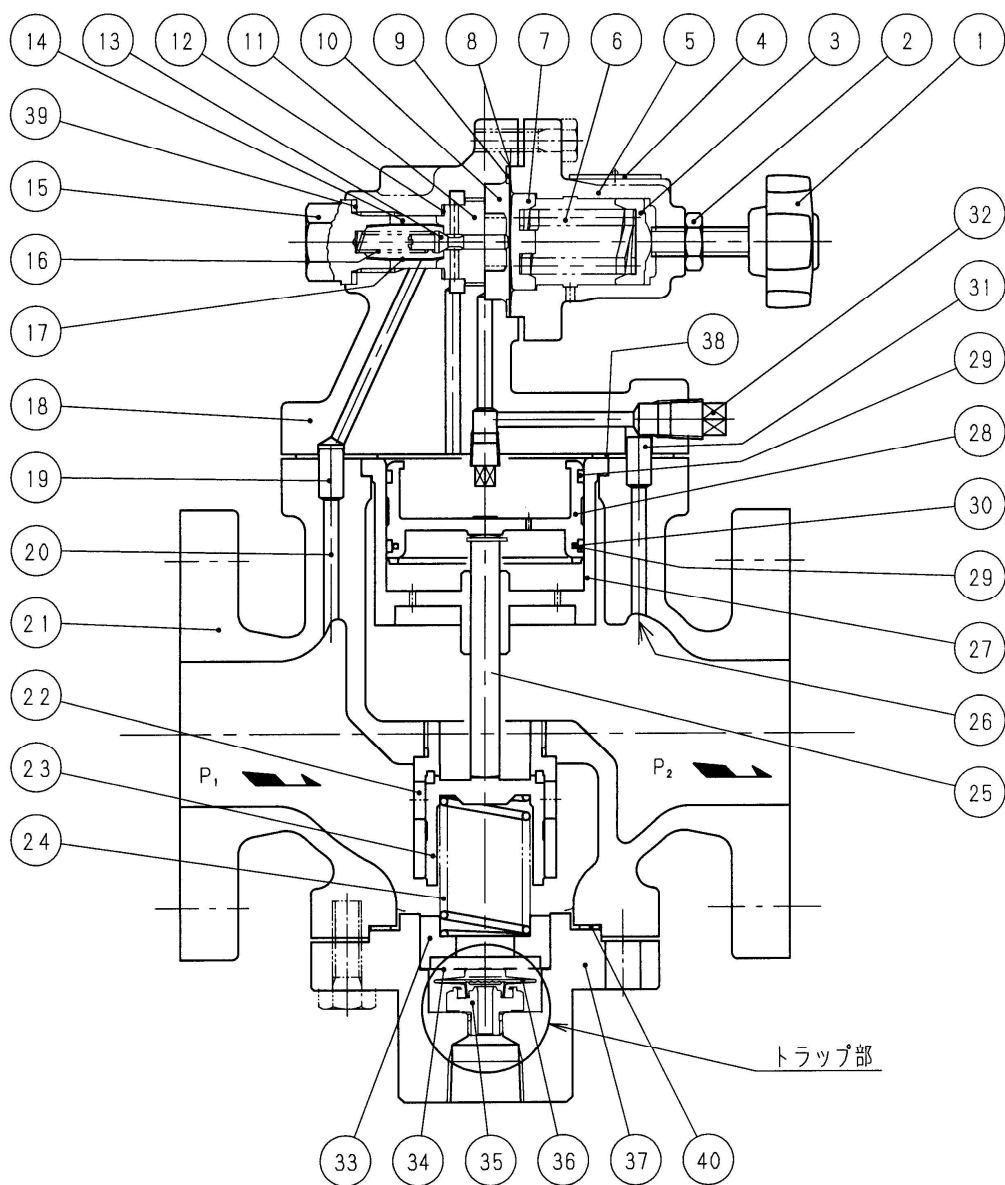

図1 構造図
<ul style="list-style-type: none"><li>● トラップ出口を大気放出させる場合、流体が吹出しても人的な被害がないような安全な場所に導いてください。</li><li>● 分解に際して、まず配管中の蒸気を完全に抜去する必要があります。蒸気を止められない場合は、バイパス運転に切換え、減圧弁前後の止め弁を完全に閉じ、減圧弁内の残存蒸気は図1の上部ふた(18)の六角ボルトを僅かに緩めて放出します。 この時、蒸気が吹出す恐れがありますので、火傷やけがにはご注意ください。 トラップ出口に背圧のある場合は、減圧弁内のドレンが全て排出されたのを確認後、ドレンのラインも閉じてください。</li></ul>
- 図 1 の下部ふた(37)を外す際は、六角ボルトを少し緩め減圧弁内の残留ドレンを完全に排出します。残留ドレンは熱いので火傷しないようご注意ください。